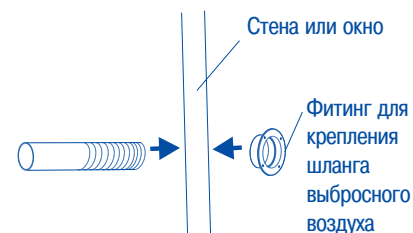

Рис. 7
- Снимите с шланга фитинг , проденьте шланг сквозь отверстие и снова закрепите фитинг на шланге. При этом широкая часть фитинга должна находиться снаружи помещения (рис. 7).